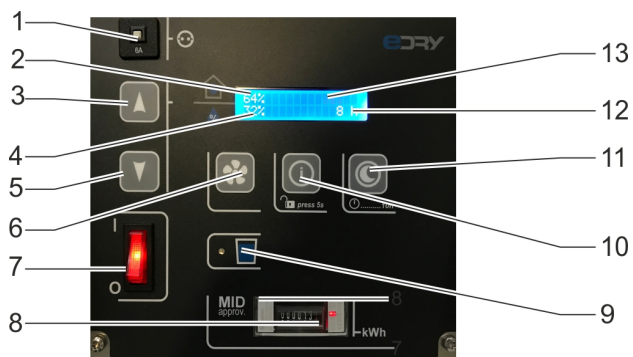

Abb. 7: Bedienfeld
3. Drücken Sie die Ein-/Ausschalttaste (Abb. 7, Pos. 7) auf dem Bedienfeld. Wenn der Luftentfeuchter korrekt angeschlossen ist und die vorhandene Feuchte höher als der eingestellte Feuchtwert ist, beginnt der Luftentfeuchter zu arbeiten. Die letzten Werte von Hygostat, Sprache und Lüfterstufe werden gegebenenfalls übernommen.